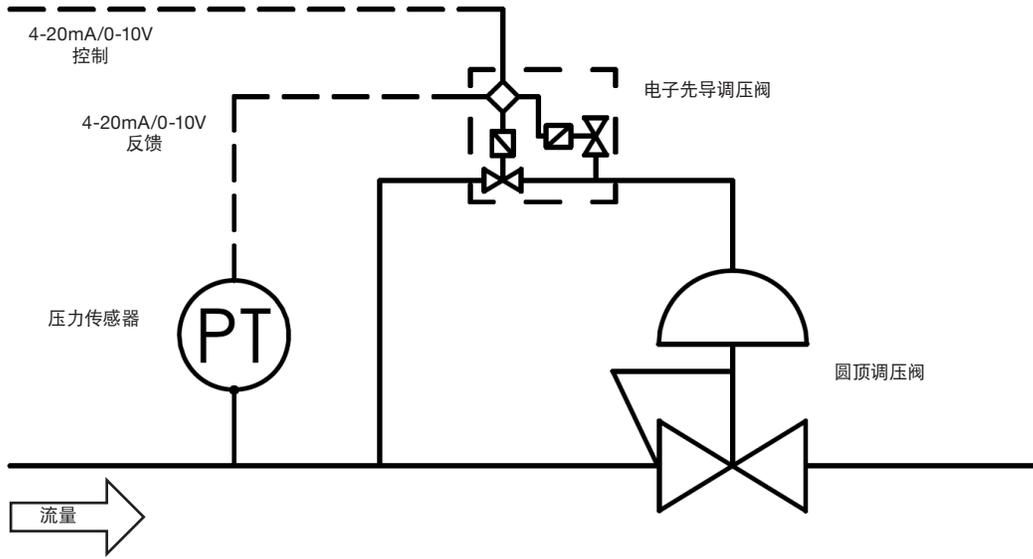

图 5
- **电子控制。**在此设置中，由系统压力供给的电子先导调压阀与压力传感器结合使用，直接控制圆顶压力（图 5）。主调压阀的设定压力将受到电子调压阀出口压力的限制。此设置不适用于液体应用。